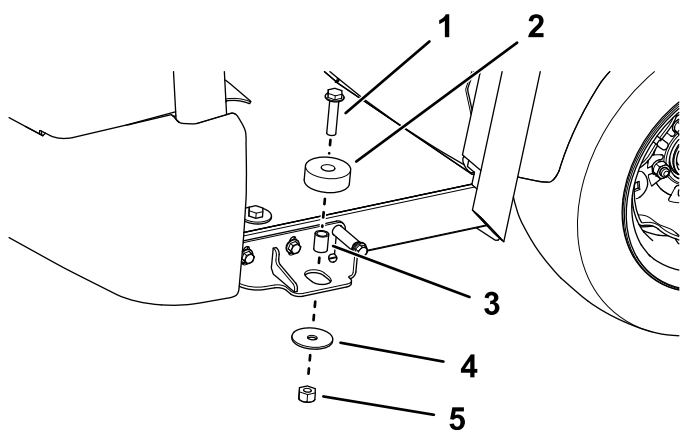

Figura 28
6. Montați cei 2 izolatori din cauciuc utilizând un urub cu guler ($\frac{1}{2} \times 2\frac{1}{4}"$), un distanțier, o aibă și o contrapiuliță pe fiecare parte (Figura 28).